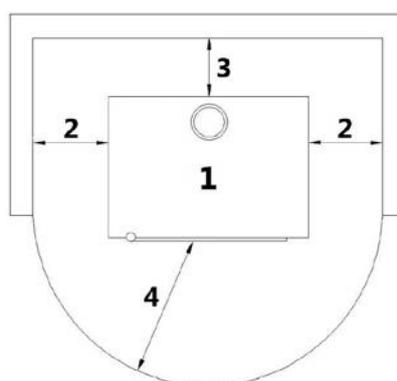

Fig. 36 - Installation générique
LÉGENDE	Fig. 36
- Il est obligatoire d'installer le poêle éloigné des murs et/ou meubles, avec un écart minimum de 300 mm aux côtes, de 200 mm derrière, afin de permettre un refroidissement efficace de l'appareil et une bonne distribution de la chaleur dans l'ambiance (voir **Fig. 36**).
- Si les murs sont en matériel inflammable, contrôler les distances de sécurité (voir **Fig. 36**).